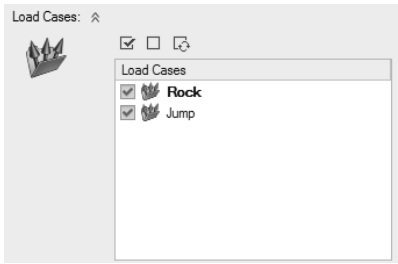

图 8-7
5) 单击 Load Cases，选中 Rock 和 Jump 复选框，如图 8-7 所示。